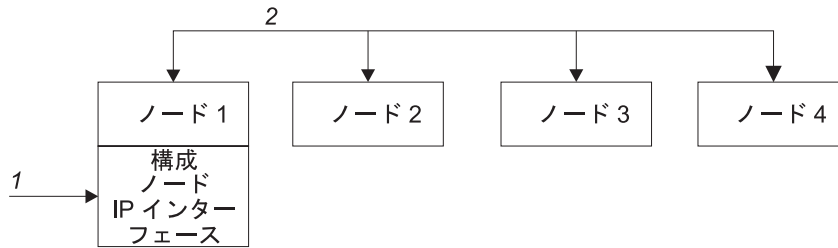

図1. 構成ノード (Configuration node)
4 ページの図 1 は、4 つのノードが含まれているクラスターの例を示しています。ノード 1 が構成ノードとして指定されています。ユーザー要求 (I) はノード 1 で処理されます。